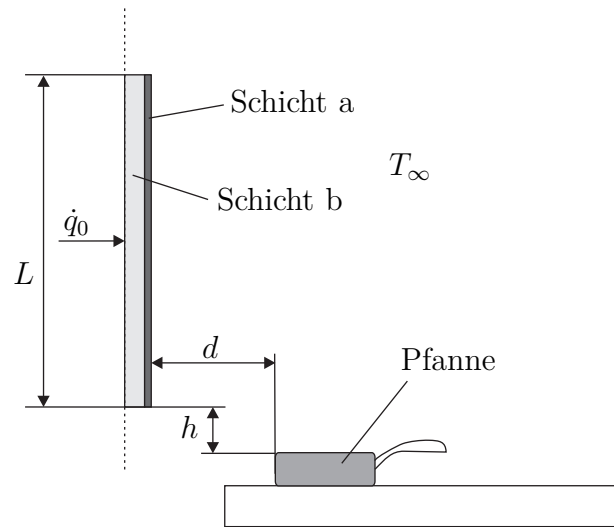

Abbildung 2: Esszimmer.
2. Ein moderner Design-Heizkörper der Länge  $L$  (siehe Abb. 2) wird in einem Esszimmer an der Wand montiert. Er besteht hauptsächlich aus der Schicht  $b$  (Dicke  $d_b$ , Wärmeleitfähigkeit  $\lambda_b$ ), auf die die Schicht  $a$  (Dicke  $d_a$ , Wärmeleitfähigkeit  $\lambda_a$ ) aufgebracht wurde, um die Strahlungseigenschaften des Heizkörpers zu verbessern. 8 P. |